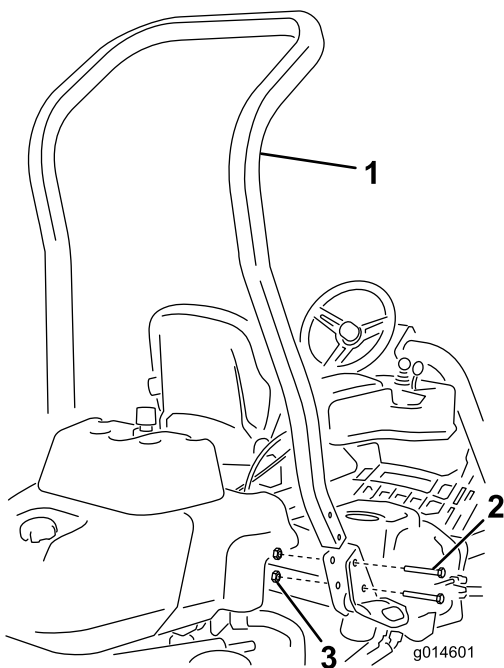

Figure 3
3. Montez l'arceau de sécurité dans les logements prévus de chaque côté de la machine au moyen de 4 boulons (1/2" x 3/4") et 4 écrous à embase (1/2") (Figure 3).